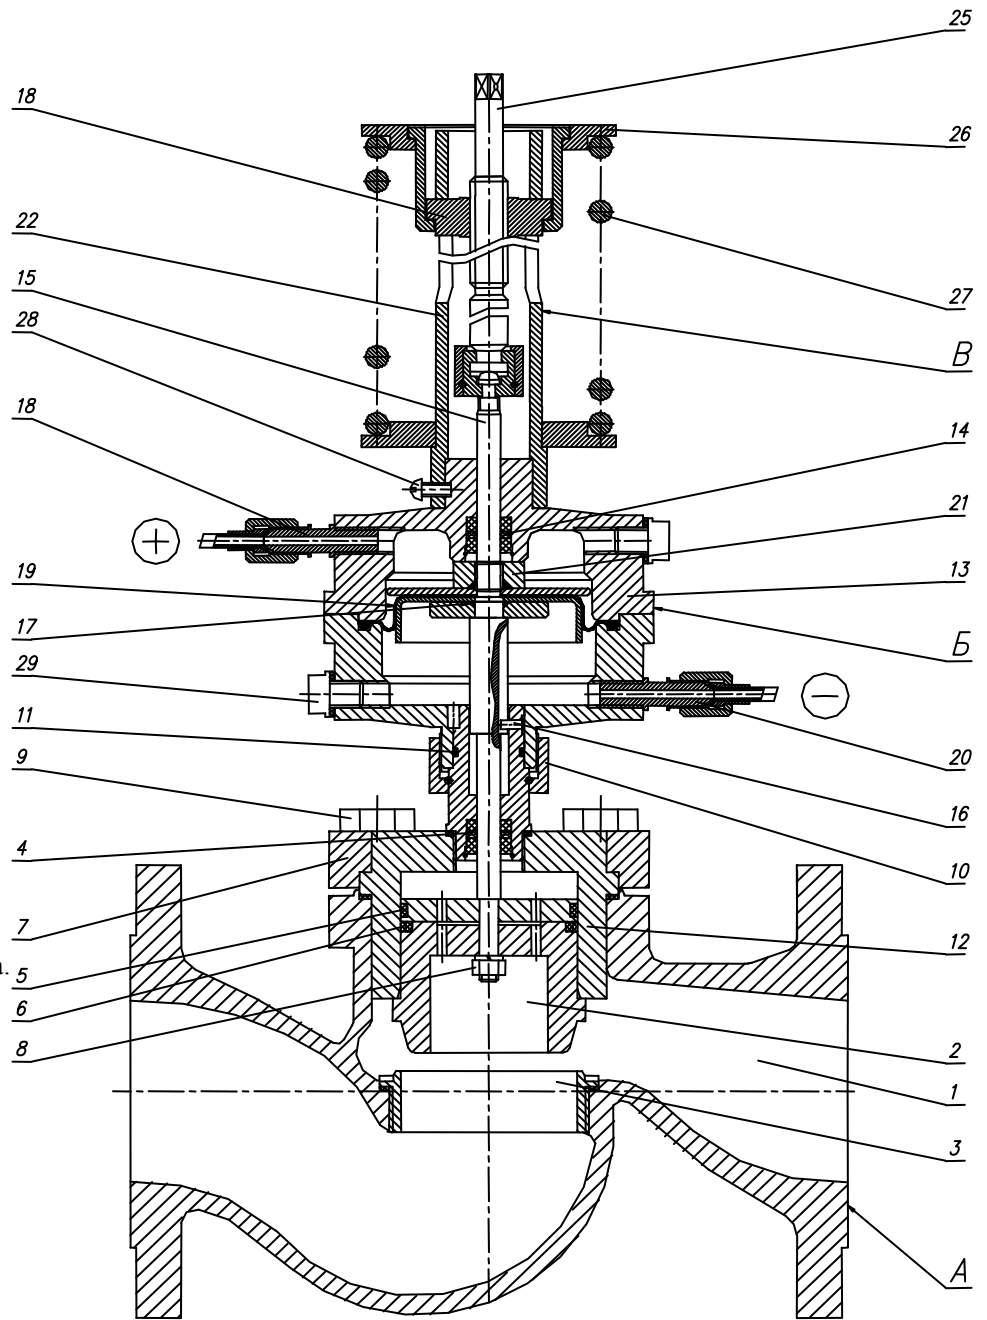

Рисунок 1. Общее устройство регулятора РР-80.
2.2.5. Регулятор устанавливать на горизонтальном участке трубопровода согласно схеме подключения (см. рис.1 приложения). Перед регулятором установить магнито-сетчатый фильтр.